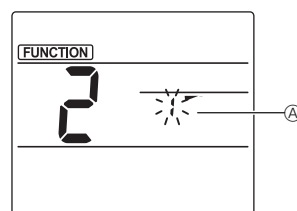

Fig. 2
② Žaliuzių numerio parinkimas (Fig. 2)